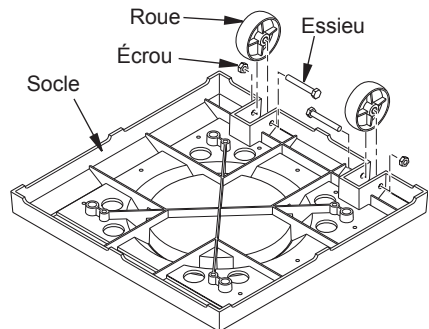
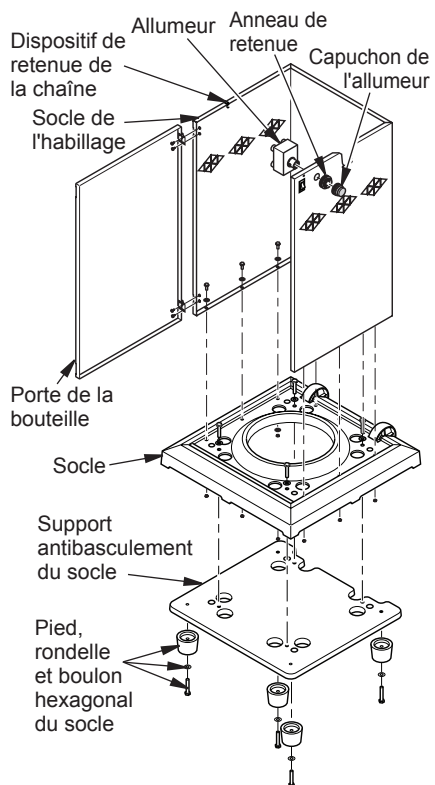

Figure 3 - Raccordement des roues au socle
Figure 4 - Assemblage du socle de l'habillage
1. Mettez le socle à l'envers. Fixez les 2 roues, 2 essieux (I) et 2 écrous (J), comme illustré à la figure 3. Ne serrez pas trop.
2. Attachez les 4 pieds du socle au support antibasculement du socle avec 4 rondelles (B) et 4 vis (A) comme illustré à la figure 4. Les pieds seront montés sur la partie surélevée du support antibasculement.
3. En faisant attention à ne pas égratigner la peinture, placez le socle de l'habillage sur son dos (utilisez un bloc de mousse pour soutenir l'arrière du socle de l'habillage). Alignez les trous du rebord inférieur du socle de l'habillage avec les trous du socle comme illustré à la figure 3. Fixez avec 1 vis (C), 1 rondelle (D) et 1 écrou (E) dans chacun des neuf trous (voir figure 4). Placez l'assemblage à la verticale.
4. Fixez le socle au support antibasculement avec 4 boulons hexagonaux (A) et 4 rondelles (B) comme illustré à la figure 4.
5. Accrochez les crochets (en forme de « S ») de retenue de la chaîne aux rebords supérieurs du socle de l'habillage, comme illustré à la figure 4.
6. Installez l'allumeur électronique sur la paroi de l'habillage comme illustré à la figure 4. Serrez à la main.
- Fixez la porte du réservoir à l'habillage avec 4 vis (F) et 4 écrou (G) comme illustré à la figure 4, page 5. Placez l'assemblage de côté.